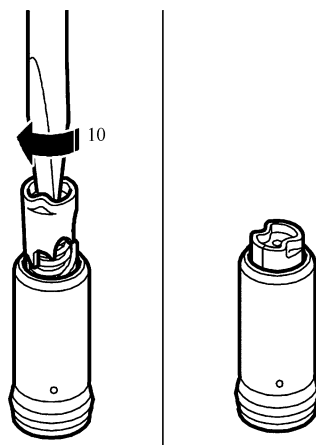

图 7-19 步骤 10) 操作示意图
- 10) 用螺钉旋具沿顺时针方向转动张紧器，直至张紧器张紧，如图 7-19 所示。